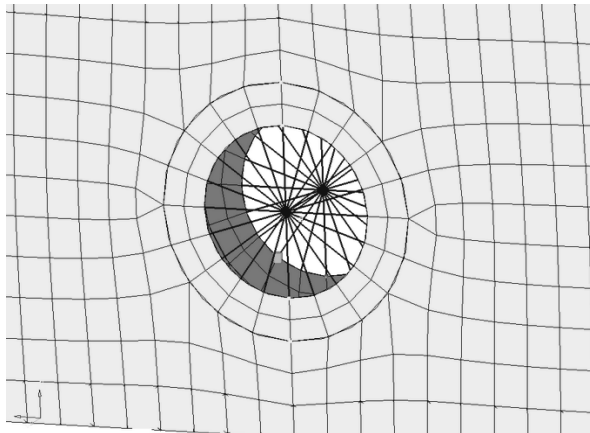

图 6-60 螺栓连接
(8) 单击 create 按钮，结果如图 6-60 所示。